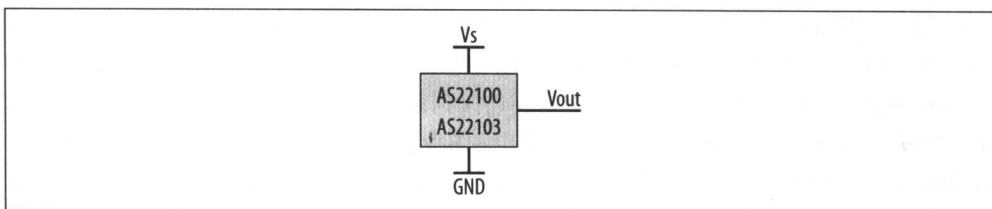

图 13-11: AD22100/AD22103
美国 Analog Devices 公司的 AD22100 和 AD22103 温度传感器使用起来很容易。它们都是 3 引脚器件 (注 2), 只需要电源 (VS) 和地, 就可以输出一个与温度成比例的电压 (如图 13-11 所示)。AD22100 要求一个 5V 的电源, 而 AD22103 需要的电源是 3.3V。